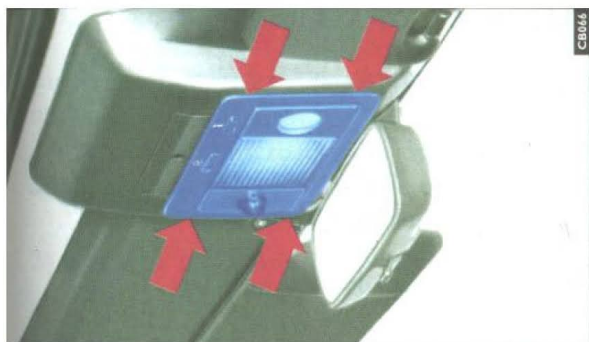

fig. 20
- 1) retirar, fazendo alavanca com uma chave de fenda, a luz interna **fig. 20** montada a pressão, agindo com cautela nos pontos indicados;